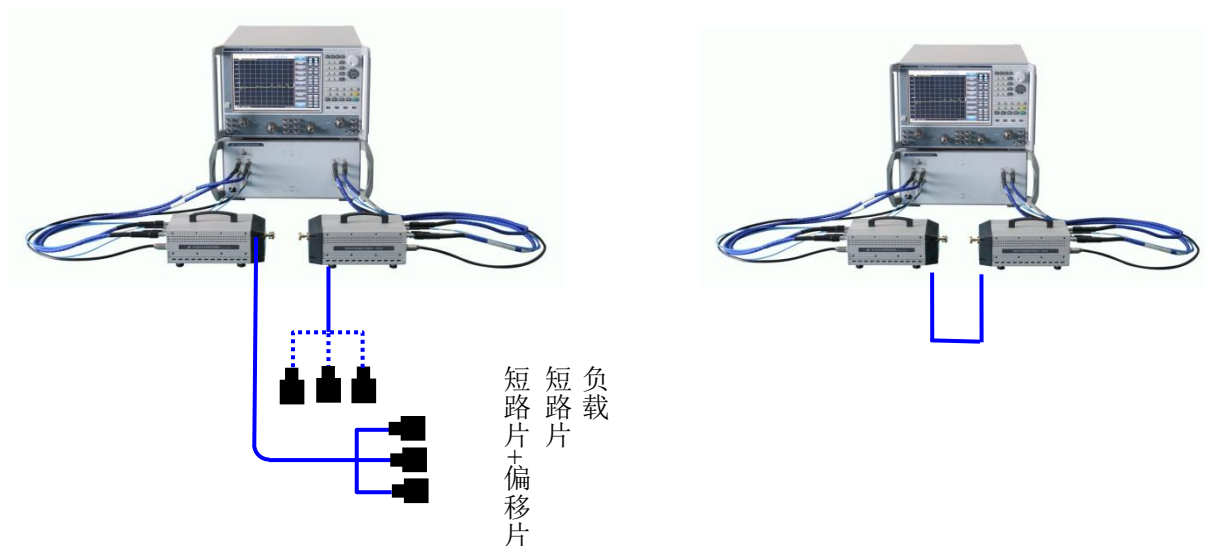

图 9-6 有效负载匹配和传输跟踪测试框图一 图 9-7 有效负载匹配和传输跟踪测试框图二
1) 如图 9-6 所示连接系统, 预热 30 分钟以上。
3) 按照仪器提示如图 9-6 和图 9-7 所示连接完成端口 1 和端口 2 之间的全双端口 SOLT 校准，校准顺序为先进行反射校准，后进行直通校准。